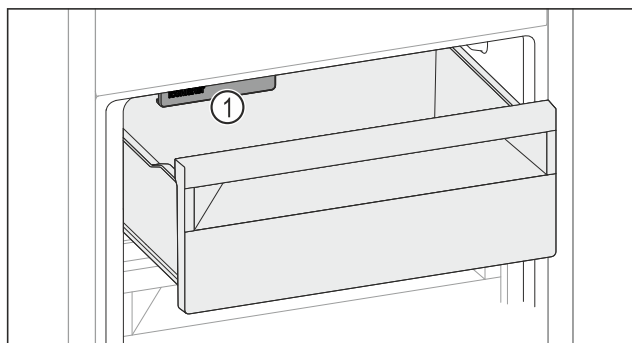

Fig. 158
- ▶ Tenere in considerazione l'IceMaker Fig. 158 (1).